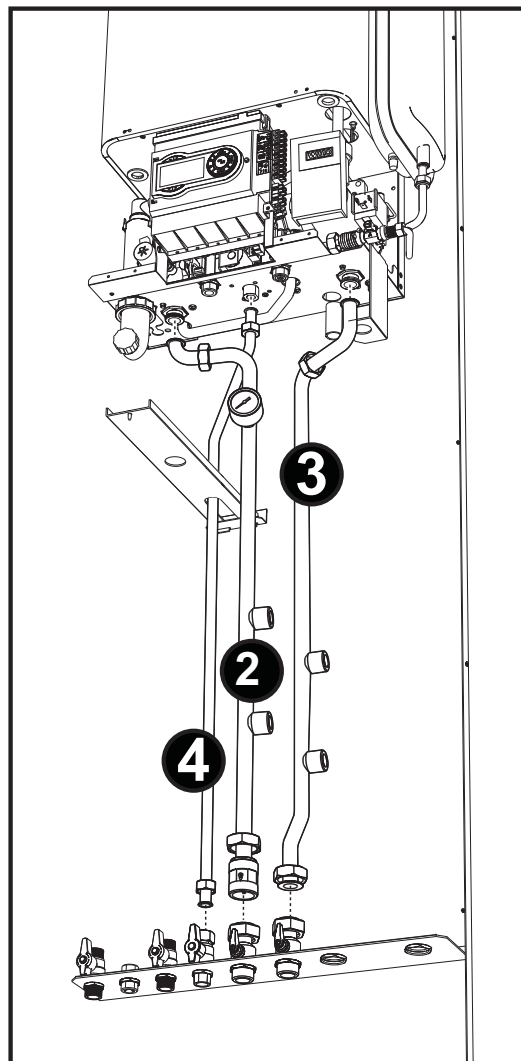

fig. 30
- Fissare il "**Gruppo Mandata Impianto - 2**" e la "**Tubazione Ritorno Impianto - 3**" indicati nella fig. 30.
- Fissare la "**Tubazione Gas - 4**" indicata nella fig. 30